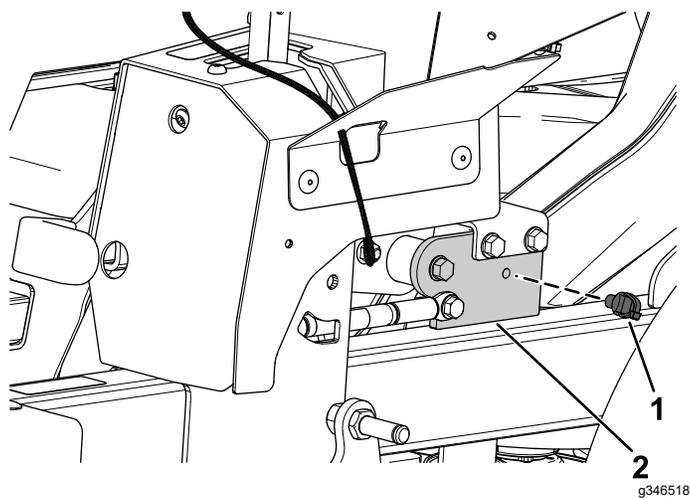

図 11
1. 駐車ブレーキレバー用ブラケットに前側押し込みファスナーを取り付ける図 11。